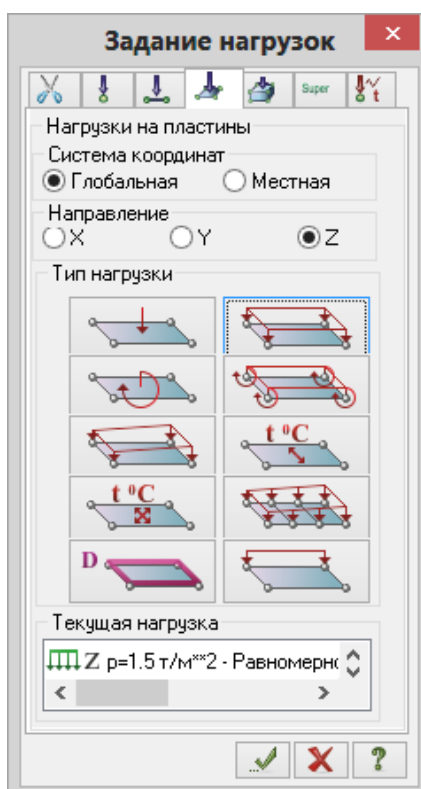

Рис.7.17. Диалоговое окно **Задание нагрузок**
- Вызовите диалоговое окно **Задание нагрузок** на закладке **Нагрузки на пластины** (рис.7.17) выбрав команду  – **Нагрузка на пластины** в раскрывающемся списке **Нагрузки на узлы и элементы** (панель **Нагрузки** на вкладке **Создание и редактирование**).